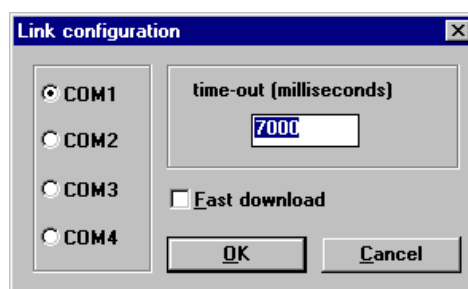

Figura 2-14: Ventana de configuración de interfaz serie
- ⇒ Compruebe que el cable de comunicación esté correctamente conectado al PC en la interfaz serie seleccionada: COM1 por defecto. Si no fuera el caso, modifique la configuración en la ventana *"Link configuration"* (Figura 2-14) de acuerdo con su conexión.